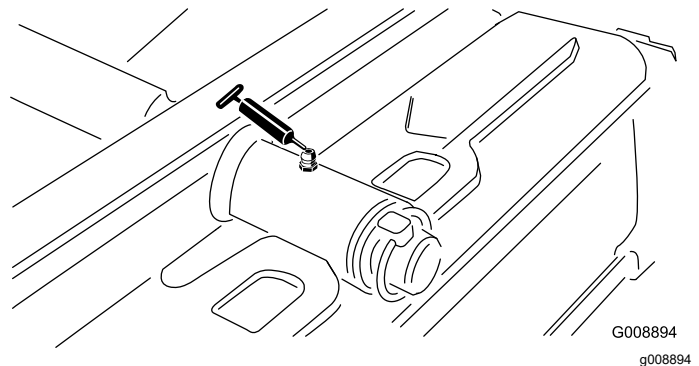

Figura 33
- Articulação da unidade de corte traseira (**Figura 33**)